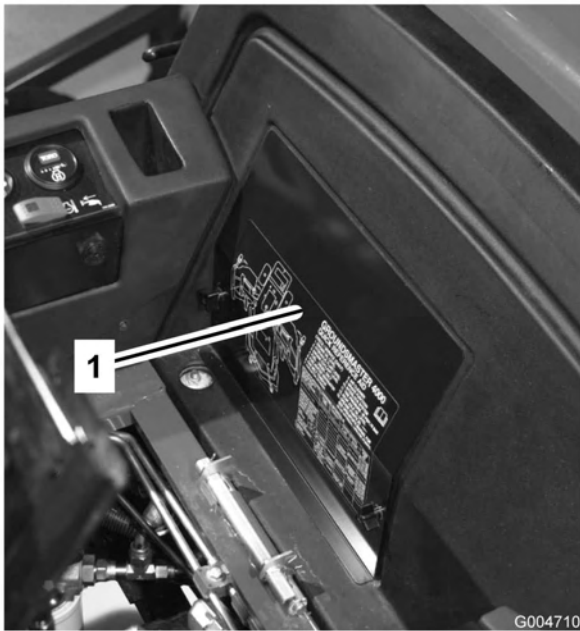

Figure 53
2. Enlevez le couvercle de la batterie (Figure 53).